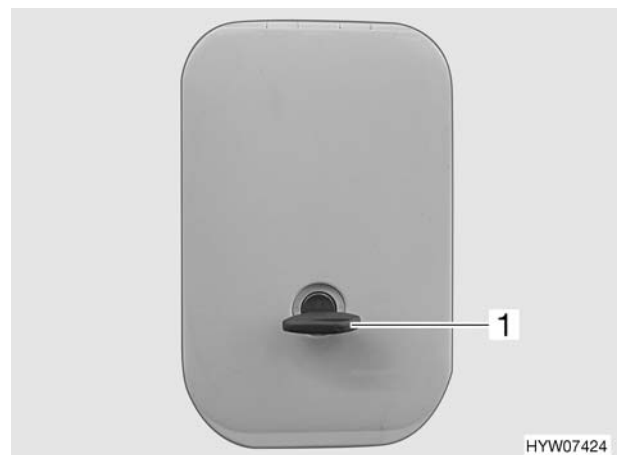

Bild 43 Klappenschloss (Variante 3)
- Schlüssel in Schließzylinder (Bild 43,1) stecken.